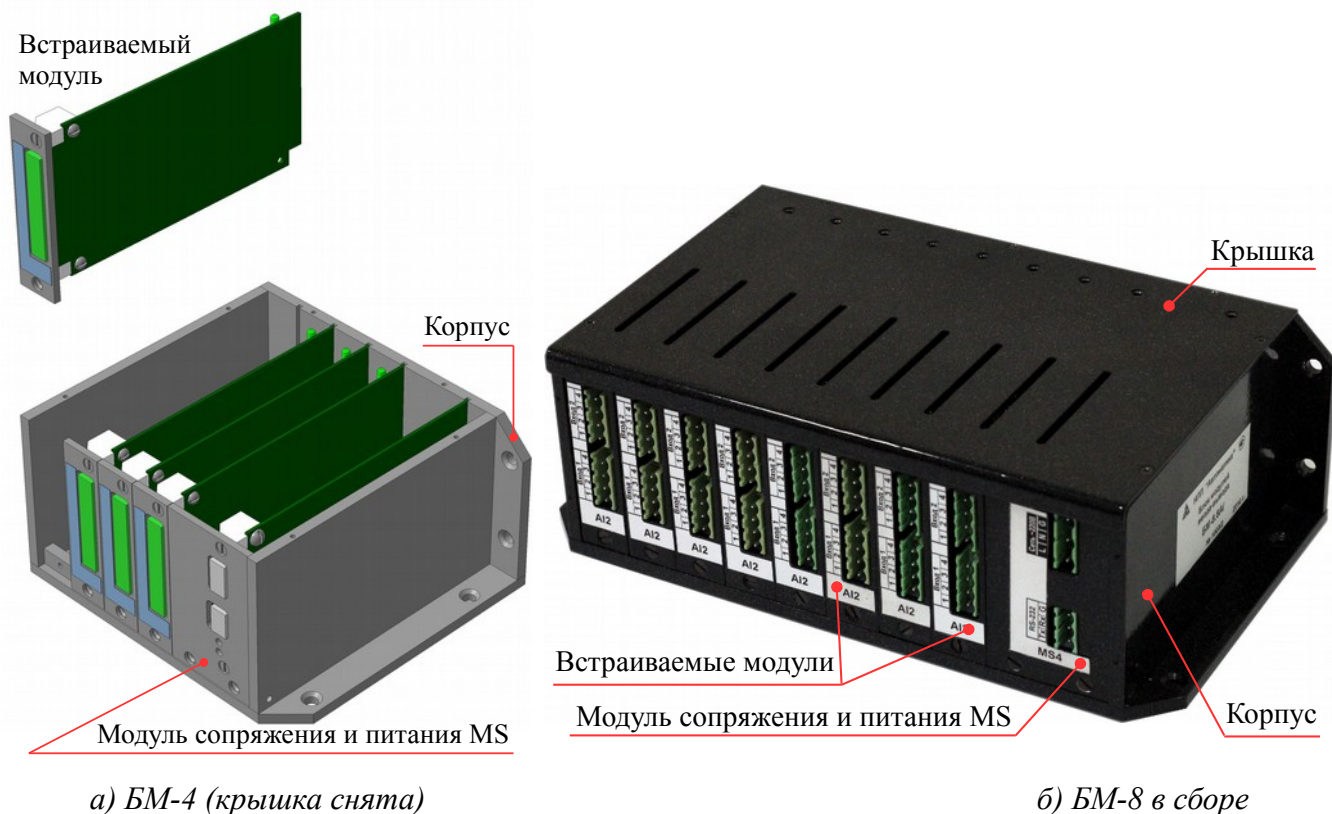

Рисунок 1 - Конструкция блоков
4.1 Блок состоит из корпуса, крышки и кросс-платы (Рисунок 1).
7.2 Установить в блок на кросс-плату по направляющему жёлобу модуль сопряжения и питания MS (справа) и требуемые модули ввода-вывода в произвольном порядке (смотри Рисунок 1). Незаполненные места закрыть панелями-заглушками. Установить крышку блока.